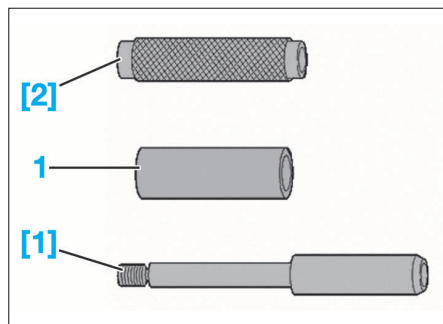

FIG. 61
- Placer l'axe du piston (1) sur le mandrin [1] (Fig.61).